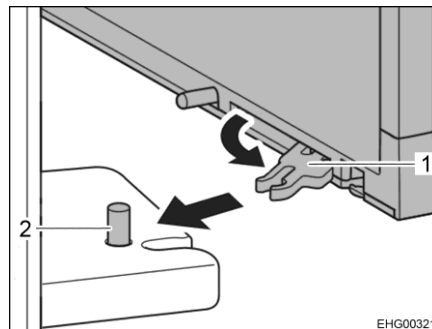

Fig. 93 Bloqueo de la puerta del frigorífico
- En el lado interior de la puerta del frigorífico plegar el separador (Fig. 93,1) arriba y abajo hacia fuera y tirarlos hacia delante.
- Dejar que cada separador engatille en el perno (Fig. 93,2) correspondiente.